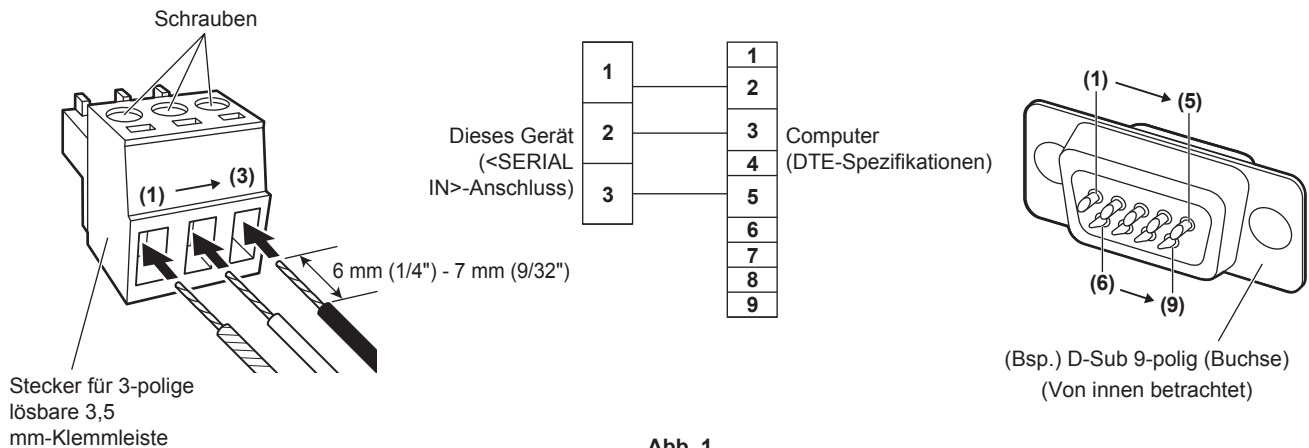

Abb. 1
- 1) Führen Sie Anschlussleitungen in die mitgelieferte Stecker für 3-polige lösbare 3,5 mm-Klemmleiste ein. (Abb. 1)**
- 3) Schließen Sie die andere Seite der Anschlussleitung an den entsprechenden Stift des 9-poligen D-Sub-Steckverbinders (Buchse) an (Abb. 1).**